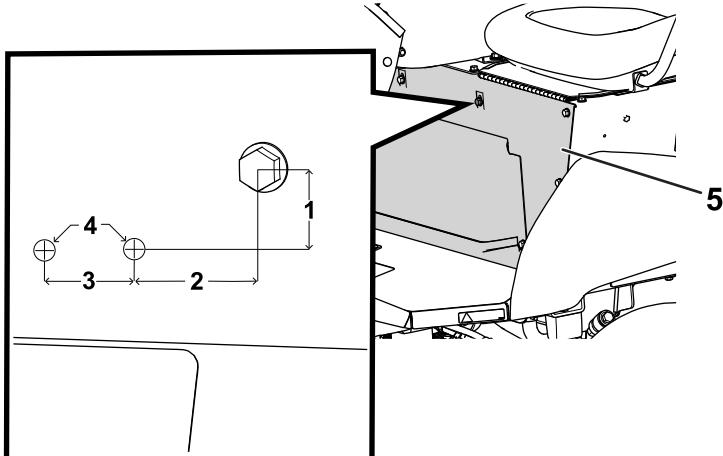

图 27
1. 从座椅底座上的螺栓在座椅底座上测量并钻出 2 个孔 图 27。